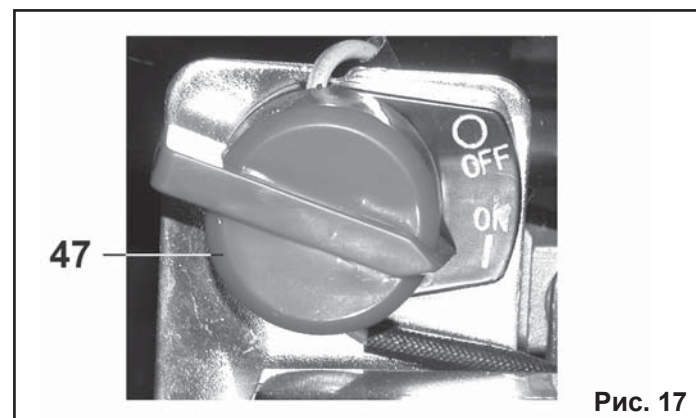

Рис. 17
8.1.5. Поверните выключатель зажигания (47) в положение "ON" (Включено) (Рис. 17).